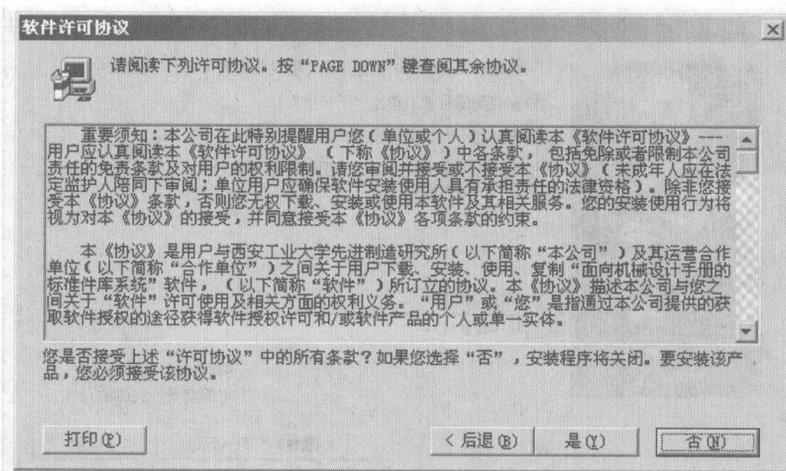

图 1-3 “软件许可协议”界面
(4) 单击“下一步”按钮，显示“软件许可协议”界面，如图 1-3 所示。在用户安装协议中说明了用户的权利和义务，在您阅读协议内容并表示同意后，单击“是”按钮。